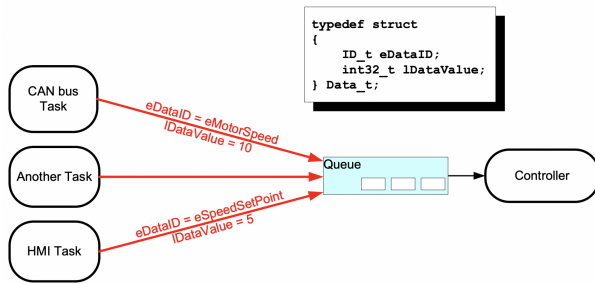

Fig. 1. Recibir datos de múltiples fuentes
- 6) Explicar el funcionamiento del esquema de la fig 1: